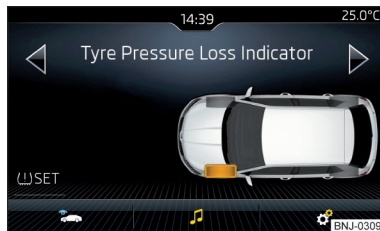

Fig. 240
- Pulsar la superficie funcional (U) SET » fig. 240.
En caso de las luces de control iluminadas  en el cuadro de instrumentos pueden mostrarse en el Infotainment los neumáticos afectados » fig. 240.